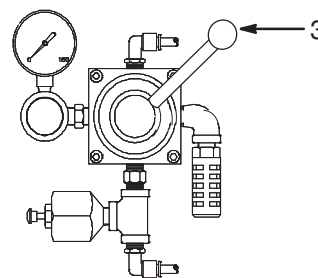

Fig. 3
- a. Introduire le goujon du collecteur d'air dans le trou de la plaque de base de la pompe (N) et fixer avec la rondelle d'arrêt et l'écrou fournis.
- a. Se servir de la vanne manuelle (3) située sur la régulation d'air de la pompe pour mettre la pompe en position HAUTE (Fig. 3).